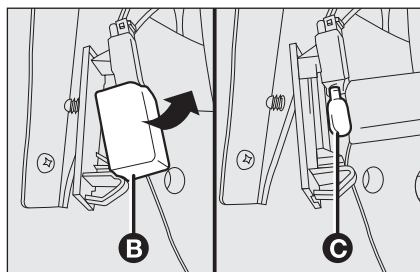

fig. 36
- ☐ abrir a cobertura da lâmpada **B**-fig. 36 e substituir a lâmpada **C** inserida à pressão;